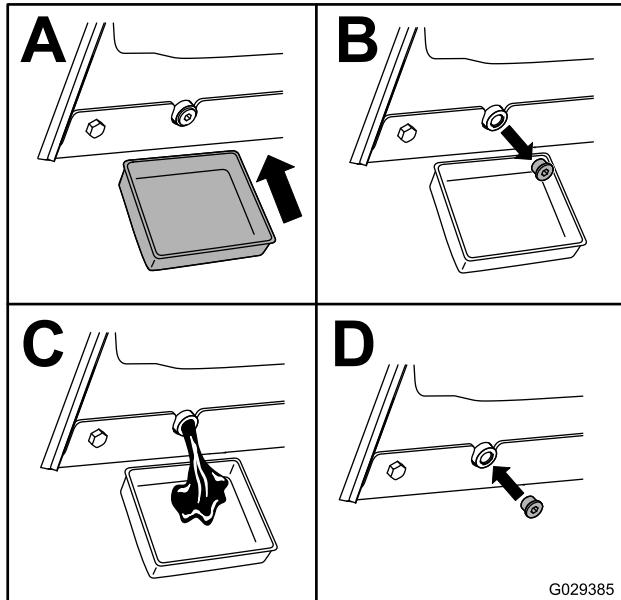

Figure 46
5. Vidangez l'huile sous la plate-forme (Figure 46).